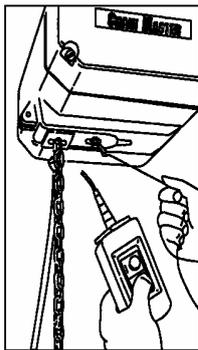

Bild 12 (Schritt 3)
3. Durch Tippschalten des Tasters für Senken die Kette einlaufen lassen (Bild 12).